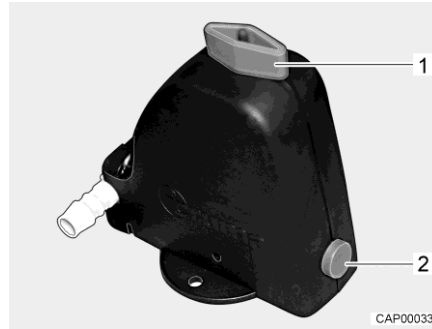

Fig. 269 Válvula de seguridad/purga (Truma)
- Abrir la válvula de seguridad/purga (Truma). Para ello, girar el botón giratorio (Fig. 269,1) a la posición longitudinal en referencia a la válvula de seguridad/purga. El botón (Fig. 269,2) salta hacia fuera.